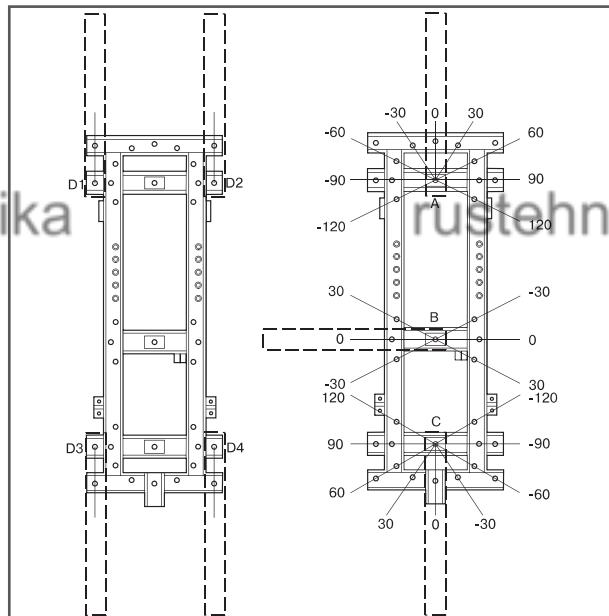

Рисунок 1
- Для крепления силовых устройств на раме стапеля предусмотрены места A, B, C, D1-D4. В местах А и С предусмотрено по 9 положений силового устройства, в месте В 6 положений. В местах D1-D4 положения силовых устройств строго фиксированы (рисунок 1).